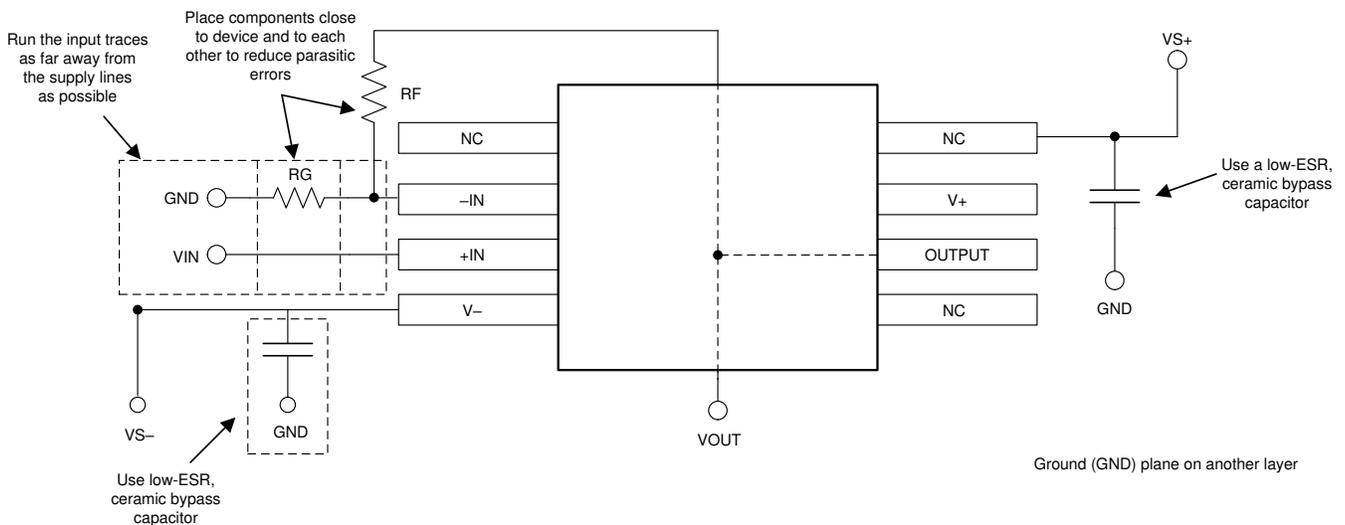

図 7-4. 非反転構成のオペアンプ基板のレイアウト
- 外付け部品は、可能な限りデバイスに近く配置します。図 7-4 に示すように、寄生容量を最小限に抑えるため、 R_F と R_G は反転入力に近くに配置します。